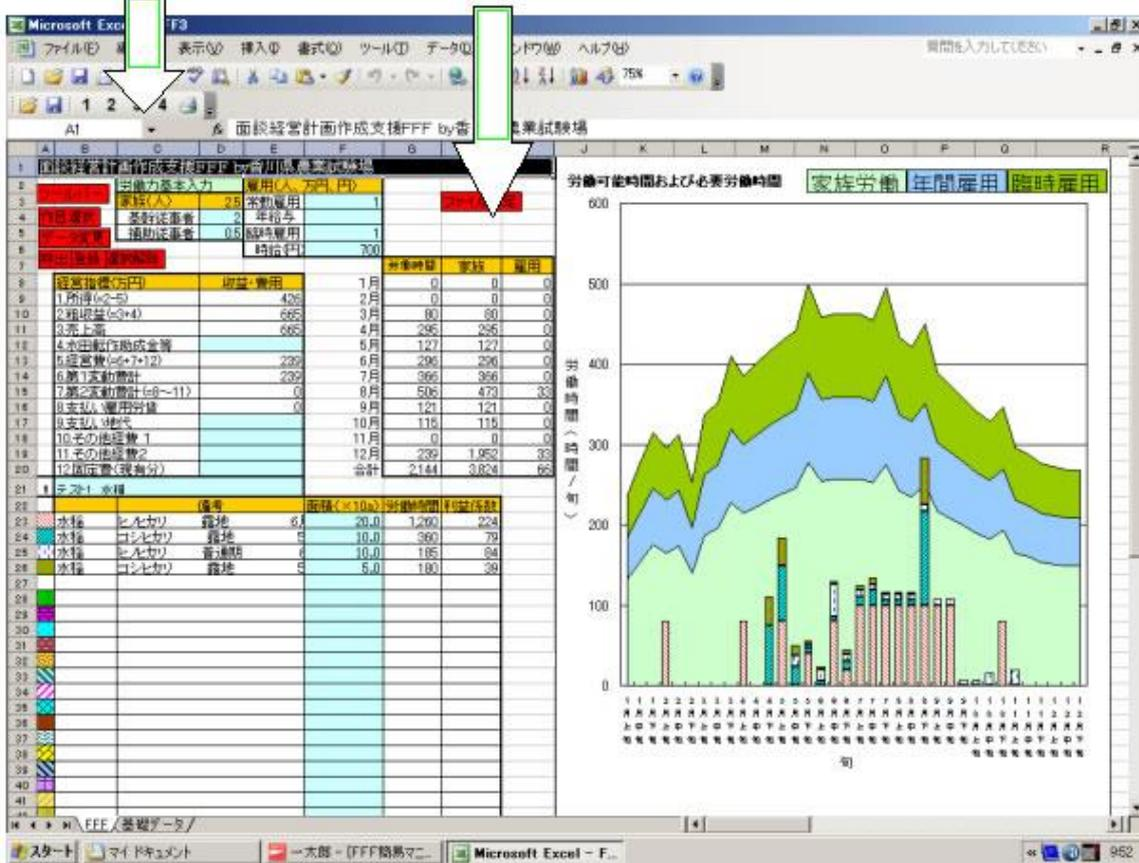

図1 FFFのメイン画面
2. 昨年試作した基本プログラムのプロトタイプを基に改訂を繰り返し、現在バージョン 2.5 を開発公開している。図1がメイン画面である。